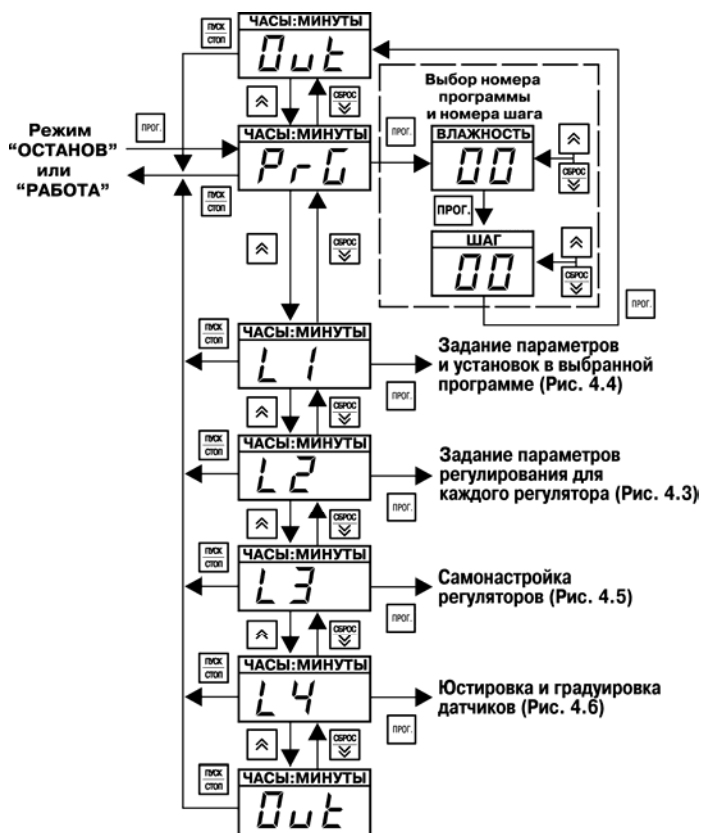

Рис. 4.2. Основное меню режима ПРОГРАММИРОВАНИЕ
4.2.2.1. **Схема основного меню режима ПРОГРАММИРОВАНИЕ**, а также меню подрежима выбора программы для исполнения изображены на рис. 4.2. По вертикали расположены изображения того, что индицируется на верхнем индикаторе «ЧАСЫ:МИНУТЫ». Линии со стрелками указывают направления перехода с одного уровня программирования на другой, изображения кнопок около линий показывают, с помощью какой кнопки можно перейти с уровня на уровень.
Для выбора уровня программирования необходимо после появления сообщения «**PrG**» (см. рис. 4.2) нажать кнопку  (вверх), прибор перейдет на уровень L1; дальнейшее нажатие этой кнопки позволяет последовательно перейти на уровни программирования L2, L3, L4 и далее – в «нижнее» состояние «**Out**» основного меню (означает окончание списка параметров, в данном случае – списка уровней программирования). При этом на индикаторе «ЧАСЫ:МИНУТЫ» высвечивается наименование каждого уровня и состояния.
Нажатием кнопки  (вниз) осуществляется обратный переход от уровня L4 к уровням L3, L2, L1, «**PrG**» и далее – в «верхнее» состояние «**Out**» основного меню (см. рис. 4.2).
необходимо после появления сообщения «**PrG**» (см. рис. 4.2) нажать кнопку . Прибор перейдет в подрежим выбора программы (шага) для исполнения (см. рис. 4.2, справа вверху обведенную пунктиром часть схемы). При этом на индикаторе «ВЛАЖНОСТЬ, %» индицируется номер программы.
Если программа должна выполняться не с первого шага, то, нажав кнопку  (см. рис. 4.2), устанавливают кнопками  (вверх) или  (вниз) номера шага, с которого начнется выполнение программы; при этом на индикаторе «ШАГ» высвечивается номер шага. Для выхода из подрежима выбора программы (шага) для исполнения надо нажать кнопку
на мигающем «L2», нажать кнопку . На сдвоенном индикаторе «ЧАСЫ:МИНУТЫ» будет гореть надпись «Cod», на индикаторе «ПАРАМЕТР» будет мигать произвольное число (на рис. 4.2 число «000» изображено условно), на самом нижнем индикаторе отображается обозначение уровня L2.